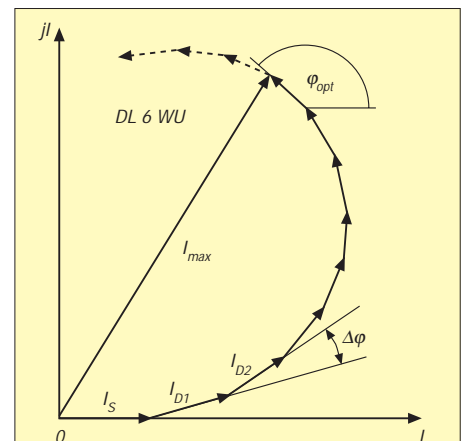

Bild 2: Theoretisches Vektordiagramm der Feldstärke in Strahlrichtung einer Yagiantenne ( $I_S$  = Strom im Strahler,  $I_D$  = Ströme in den Direktoren)
- Tabelle PENDE enthält die Pendenzliste mit den Hörtips im Klartext (s. Bild 2).